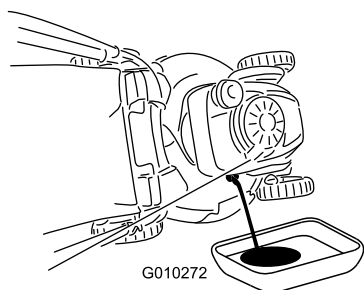

Figura 39
3. Inclinate il tosaerba sul fianco, con il filtro dell'aria in alto, per scaricare l'olio usato attraverso il tubo di riempimento (Figura 39).